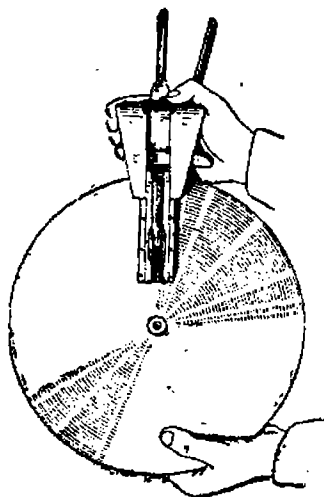

Рис. 16. Постановка прибора на магазин
2. Взять магазин в левую руку, а прибор в правую (рис. 16) и, направляя приёмник магазина в вырез 9 верхней планки 4, насадить прибор на магазин так, чтобы головка винта и шайба оси магазина попали в круглое отверстие 10 на козырьке основания 1.